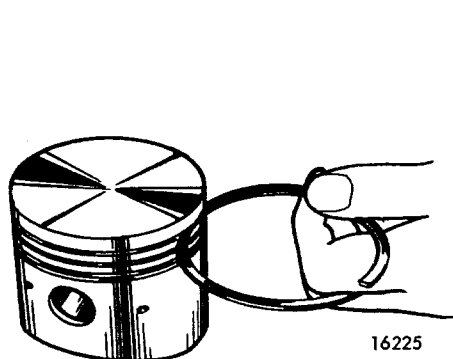
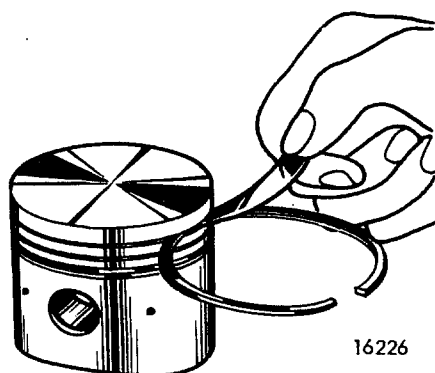

Fig 01-35.
Fig 01-36. Kontroll av kolringsspel i spår.
4. Prova kolringarna i deras spår genom att rulla dem i spåret, fig 01-35. Mät även spelet på några ställen, fig 01-36. Spelet skall vara 0,054–0,092 mm för kompressionsringarna och 0,044–0,072 mm för oljeringen.